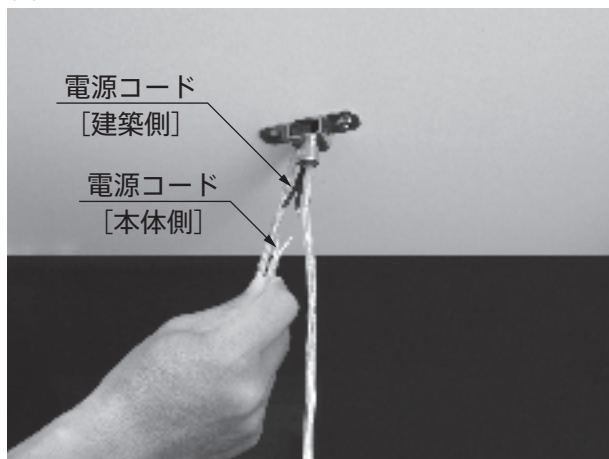

図 5
5. 電源コードの長さを調整後、電源コード固定ネジを締めて固定します。(図5)